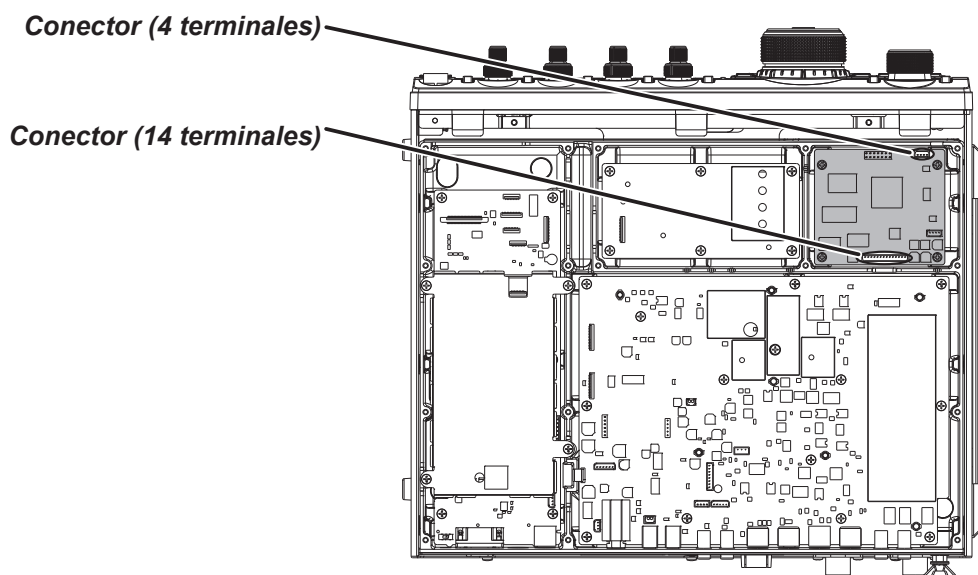

FIGURA 3
6. En relación a la Figura 3, conectar los cables correspondientes a los conectores de 4 terminales y de 14 terminales del **FFT-1** respectivamente.